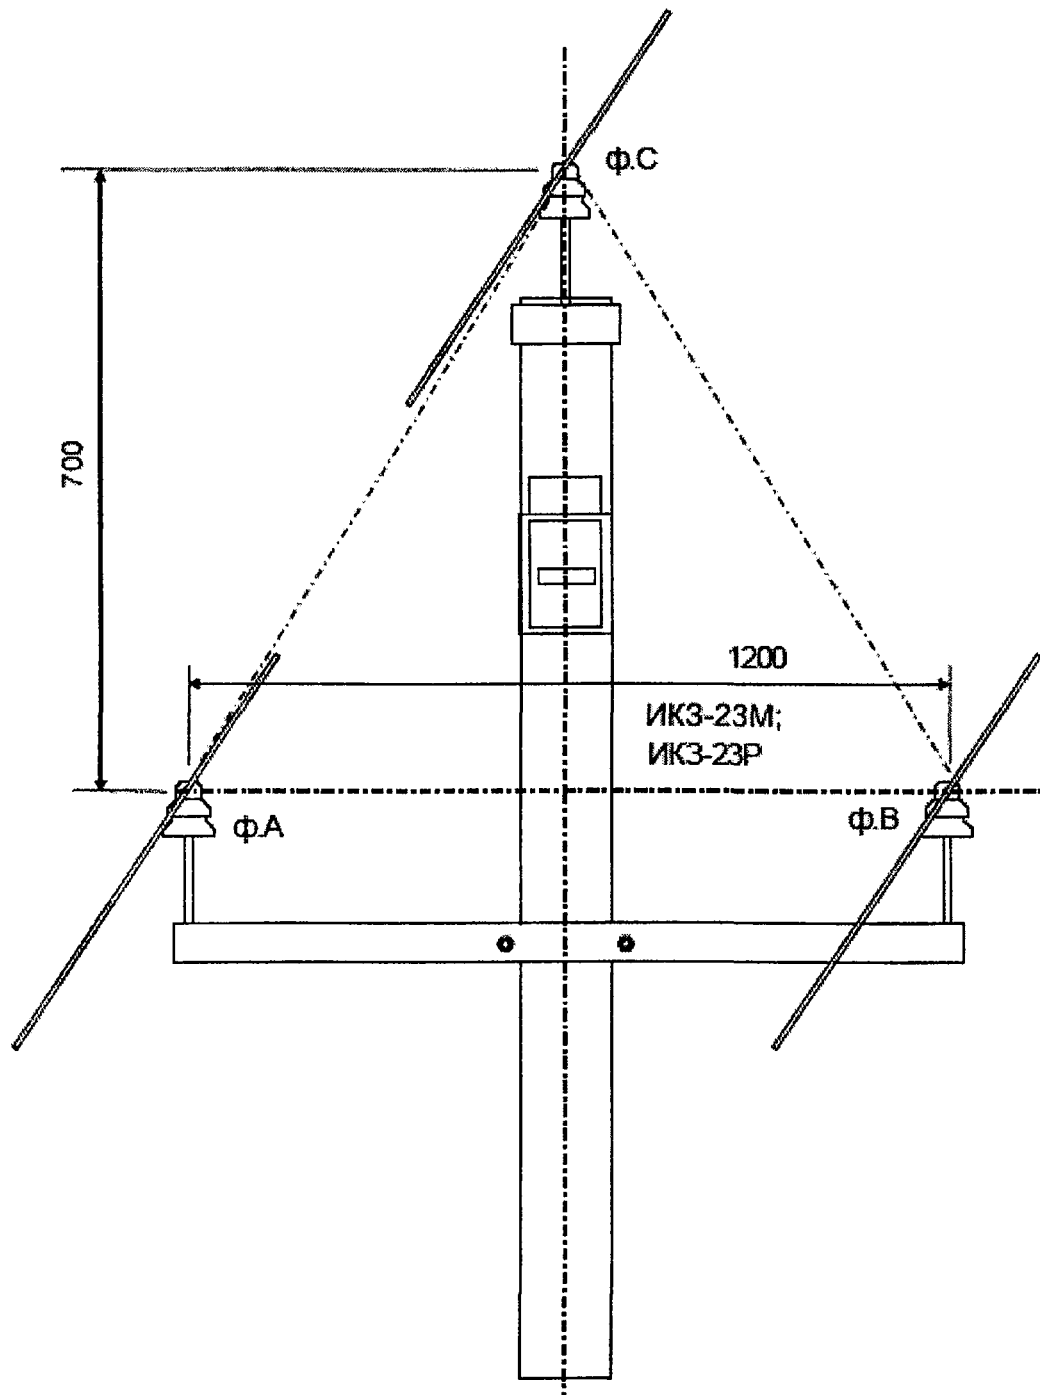

Рисунок 7 - Установка индикатора ИКЗ-23М, ИКЗ-23Р на железобетонной опоре
- ИКЗ-23М; ИКЗ-23Р устанавливаются в точке пересечения высот треугольника, образованного проводами (Рисунок 7).